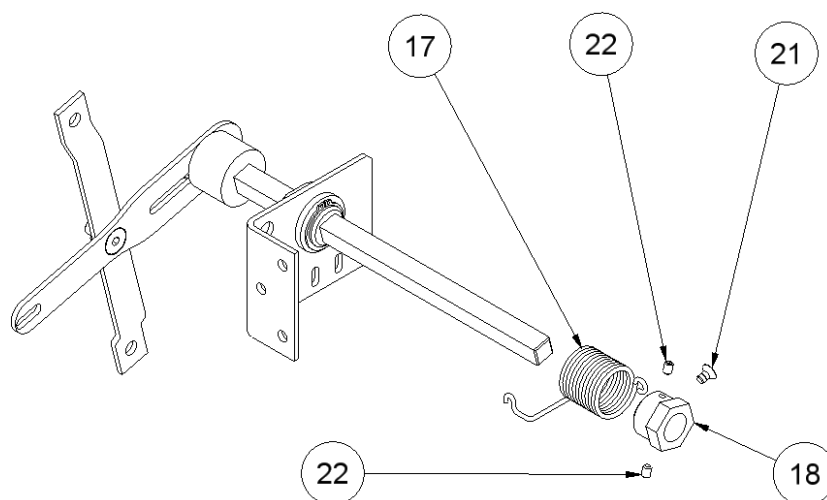

Figure .6
- 6. INSTALLATION DU TENDEUR ET DU RESSORT:** On doit placer le tendeur (19) et le ressort (17) du côté gauche de la barre de commande et, s'il est possible, du côté où se trouve l'arrimage limiteur (7), insérez le ressort dans le bras de ce côté, puis le tendeur. Fixez le ressort au tendeur moyennant d'une vis M6x10 DIN 7991 8.8 (20) et accrochez l'autre extrémité du ressort à une des rainures de la plaque base. Finalement, fixez le tendeur au bras de l'arrimage limiteur avec les deux vis prisonnières M6x8 DIN913-45H (18). On doit faire la prétension du tendeur de façon que le ressort oblige à tenir le tireur vers le bas. –Fig.6–